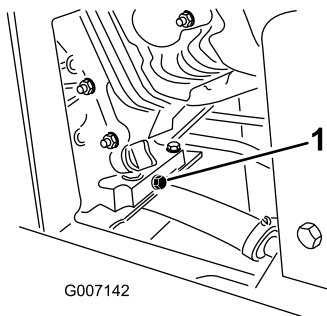

Figure 53
4. Enlevez le bouchon de vidange (Figure 53).